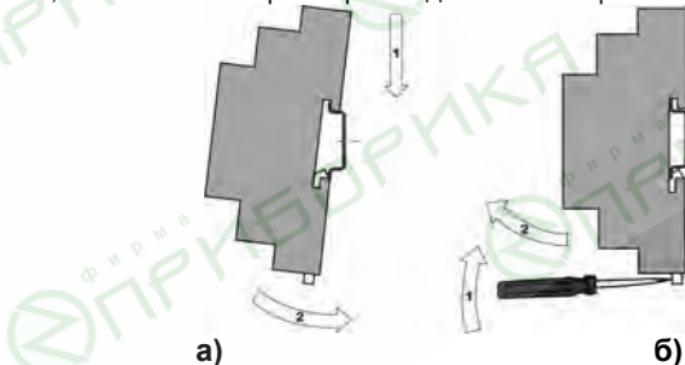

Рисунок 8.1 – Монтаж контроллера с креплением на DIN-рейку
2. В проушину защелки вставить острое отвертка (см. рисунок 8.1 б), и отжать защелку по стрелке 1, после чего контроллер отводится от DIN-рейки в направлении стрелки 2.